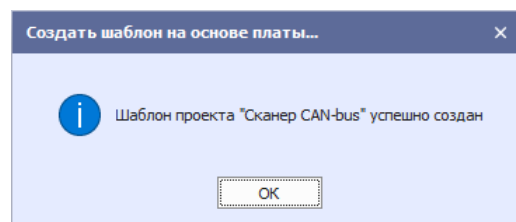

Рис. 127 Завершение процесса создания шаблона платы
8. В информационном окне о завершении процесса создания шаблона платы нажмите «ОК», Рис. 127.